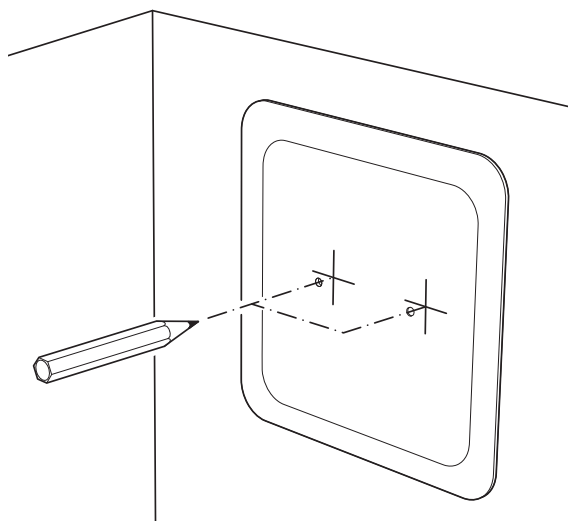

Figura 16
- ① La dima di montaggio facilita la tracciatura dei fori per il fissaggio del Connect alla parete.
- Con una matita segnare le due posizioni per le viti per legno a testa tonda (Figura 16).